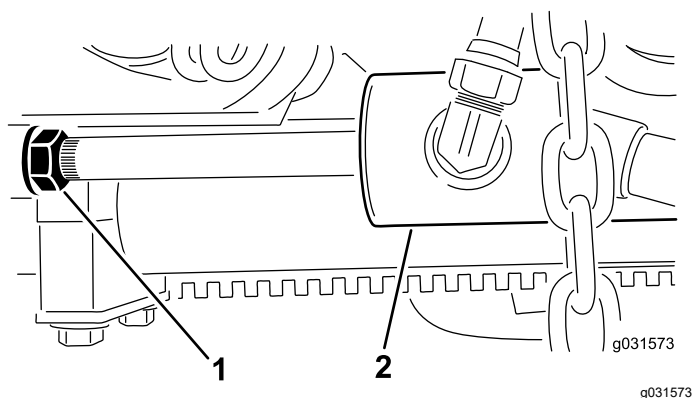

Figura 9
B. Afloje la contratuerca del cilindro (Figura 9).